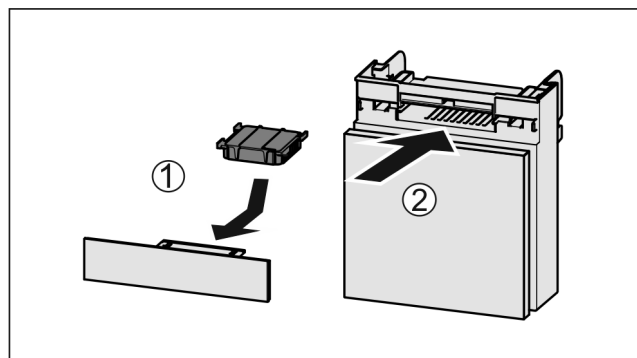

Fig. 133
- Inserire il vano Fig. 133 (2).